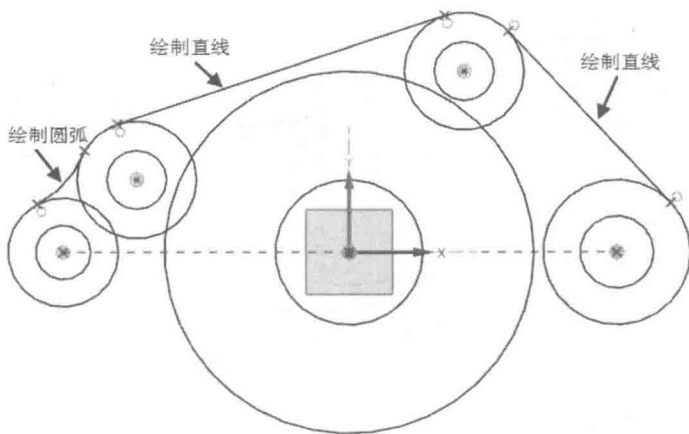

图 1-2-18 绘制直线和圆弧
(10) 在【草图工具】工具条中选择 (直线) 按钮, 在【捕捉点】工具条中选择 (点在曲线上) 按钮, 然后各选择两段圆弧, 绘制两条公切线; 然后在【草图工具】工具条中选择 (圆弧) 按钮, 在【圆弧】浮动工具条中选择 (三点定圆弧) 按钮绘制一条与两圆均相切的圆弧, 结果如图 1-2-18 所示。